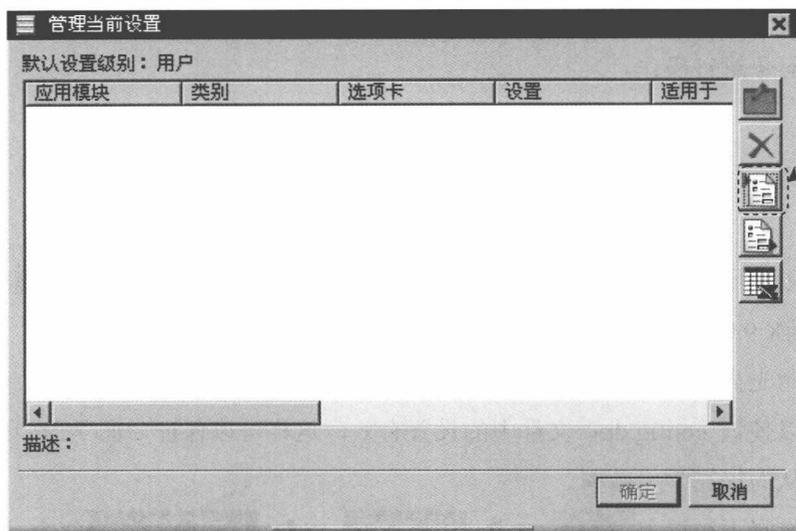
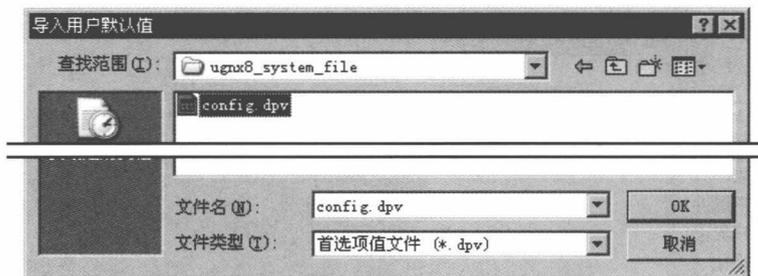

图 2.2.2 “管理当前设置”对话框
图 2.2.3 “导入用户默认值”对话框
Step2. 单击对话框右上角的  按钮（图 2.2.1），系统弹出“管理当前设置”对话框，如图 2.2.2 所示。
Step3. 单击“管理当前设置”对话框右侧的  按钮（图 2.2.2），系统弹出图 2.2.3 所示的“导入用户默认值”对话框，找到文件 D:\ugnx90.4\ugnx90\_system\_file\config.dpv，单击  按钮。